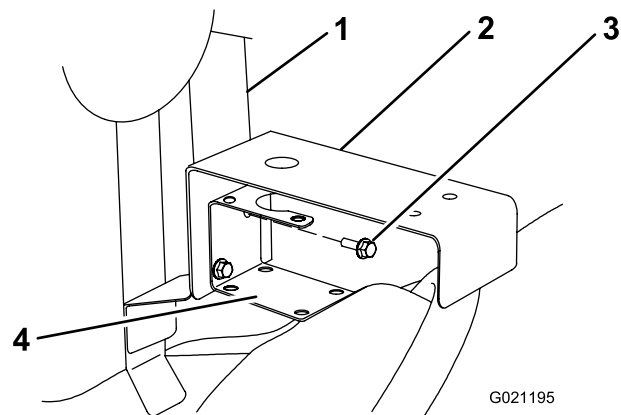

図 7
7. 送液T字フィッティング取り付けブラケットと機体との間に制御バルブを取り付ける（図 7）。
8. 送液T字フィッティング取り付けブラケットと制御バルブブラケットを、取り付けフレームに固定する；ステップ 6 で取り外したボルトを使用する（図 7）。